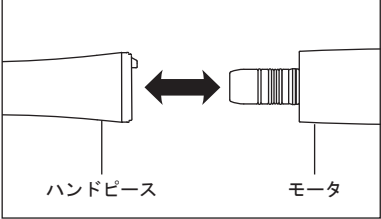

図 1
- 1) ハンドピースをモータにまっすぐ挿し込みます(図1)。光付きの場合は、ハンドピースを左右どちらかに「カチッ」と音がするまで回してロックします。